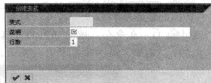

图 5-82 创建新的变式
STEP 2 单击“”按钮，可创建新的变式，如图 5-82 所示。